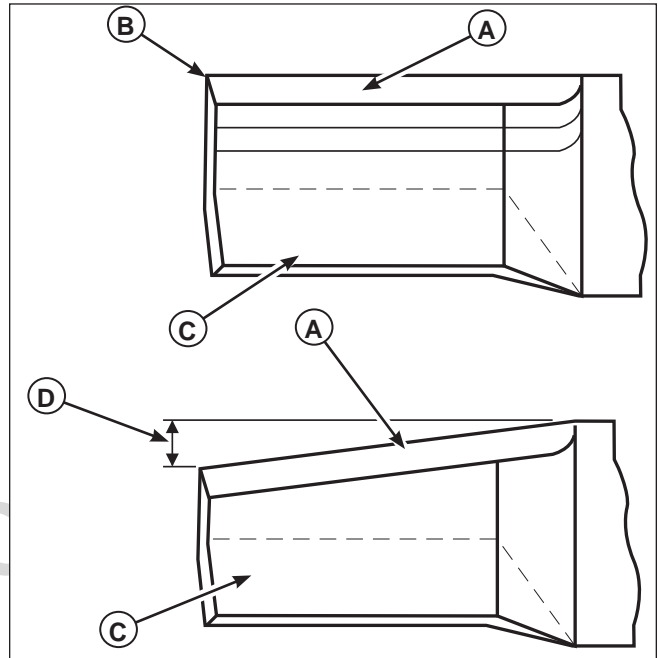

Figura 13. Inspección de las puntas de las cuchillas del cortacésped
- A.) Les faltan 0.5" (12.7 mm) del metal de las cuchillas del cortacésped debido a unafilamiento previo o a desgaste (D, Figura 13).